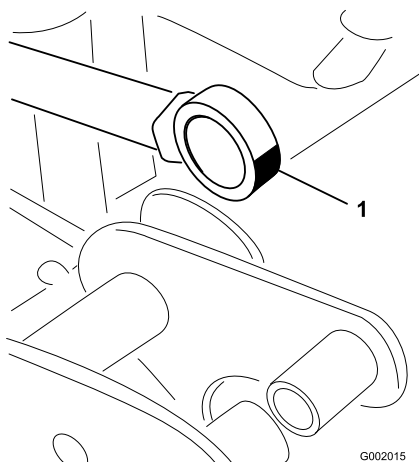

**Figure 43**
2. Retirez la goupille fendue de l'axe de pivot (Figure 43).
3. Soulevez la rampe et déposez l'axe (Figure 43). Abaissez lentement la rampe au sol.
6. Élevez la rampe pour aligner le pivot sur la tige d'actionneur. Tout en maintenant la rampe, insérez l'axe dans le pivot de rampe et la tige d'actionneur (Figure 43).